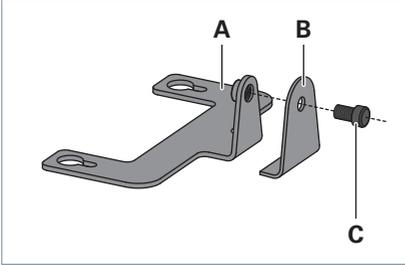

Fig. 8: Asennuskulman asennus.
- ▶ Asenna asennuskulma yhdistämällä kulman **A** ja kulman **B** ruuveilla **C**, katso Fig. 8.